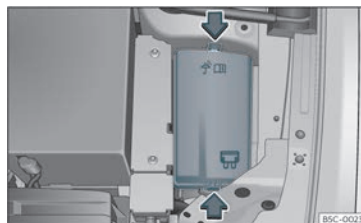

Abb. 48 Im Motorraum: Abdeckung des Sicherungskastens.
- Drücken Sie die Verriegelungslaschen, um die Abdeckung des Sicherungskastens zu entriegeln»» **Abb. 48**.